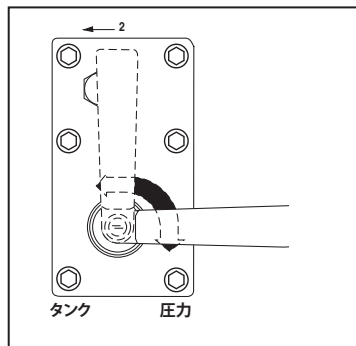

図 7
5.1 手動によるバルブ操作 VM32 (図7参照)
VM33, VM33L, VM43, VM43L (図 7を参照)